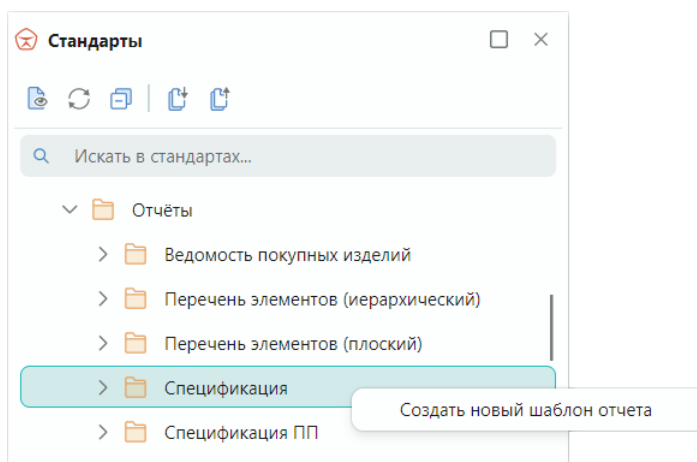

Рис. 85 Создание нового шаблона отчета
2. Вызовите контекстное меню для одного из подразделов («Ведомость покупных изделий», «Перечень элементов (иерархический)», «Перечень элементов (плоский)»), «Спецификация» или «Спецификация ПП» и выберите пункт «Создать новый шаблон отчета», см. Рис. 85.